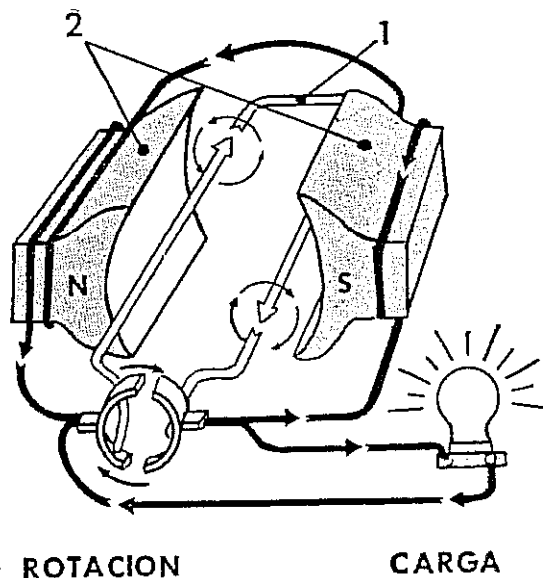

Fig. 155
FUNCIONAMIENTO: Cuando el inducido (1, Fig. 155), comienza a girar dentro del campo magnético de las masas polares (2), se induce una fuerza electro-motriz (f.e.m.) en los conductores de las mismas. La f.e.m. que es muy pequeña al principio refuerza el campo magnético que forma las masas polares y crece hasta que se cierra el disyuntor del regulador de carga estableciendo el circuito que permite a la f.e.m. generar la corriente de carga de la batería.